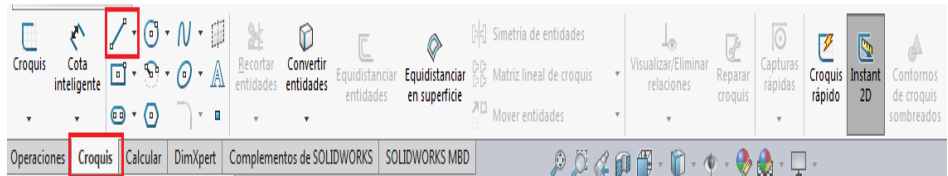

Ilustración 34
Paso 2: se selecciona la pestaña **Croquis**, allí se seleccionan las entidades necesarias para el diseño, en este caso se utiliza la identidad **Línea** (Ver ilustración 34) y se realiza la relación de croquis entre dos de estas identidades